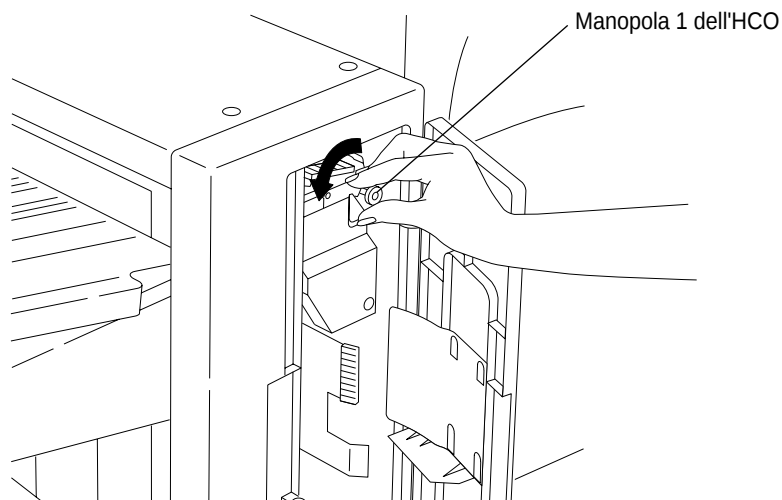

Figura 3-65 Manopola 1 dell'HCO per il rullo d'ingresso della carta
2. Aprire la porta dell'HCO. Individuare e girare la manopola 1 in senso antiorario per spostare la carta dall'area d'ingresso alla sezione inferiore, come mostrato nella Figura 3-65.